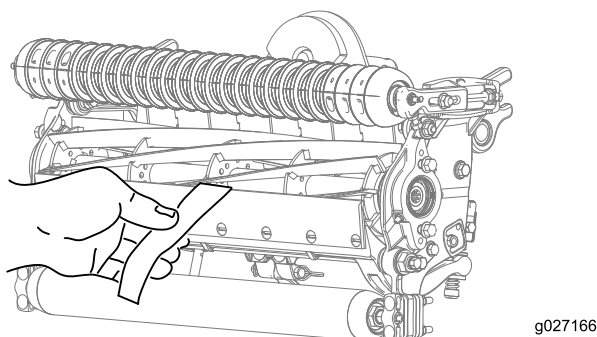

Figura 10
10. Teste o desempenho de corte inserindo uma fita comprida de desempenho de corte (Número de peça Toro 125-5610) entre o cilindro e lâmina de corte, perpendicular à lâmina de corte (Figura 10). **Lentamente rode o cilindro para a frente; deve cortar o papel.**